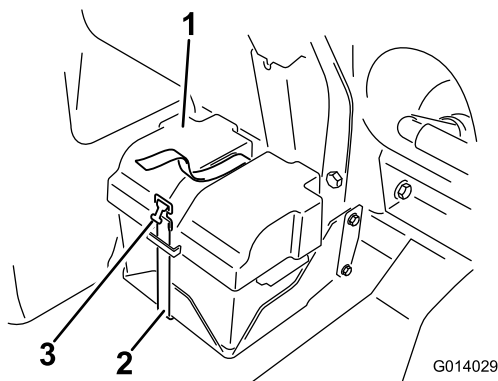
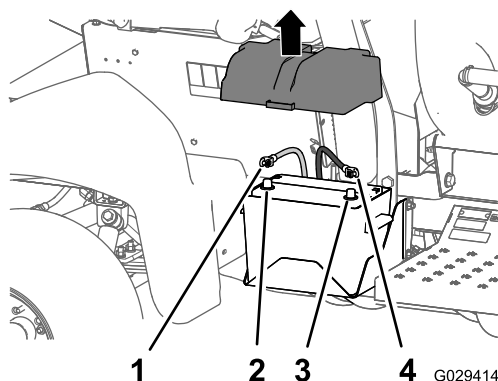

Figura 3
Figura 4
3. Staccate il coperchio della batteria e scollegate il cavo negativo (nero, di terra) dal polo della batteria (Figura 3 e Figura 4).
4. Staccate il cavo positivo (rosso) dal polo della batteria (Figura 4).